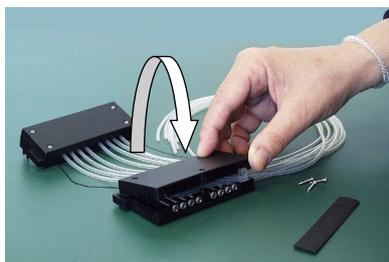

Figure 5–47. Mise en place du cache de la partie supérieure de la cassette de distribution
13. Assurez-vous que la tubulure n'est pas piégée ou tordue entre le fond et le cache supérieur de la partie supérieure de la cassette de distribution (Figure 5–48).